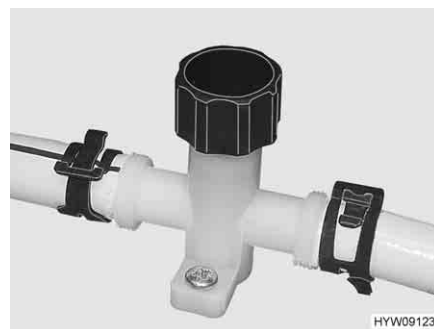
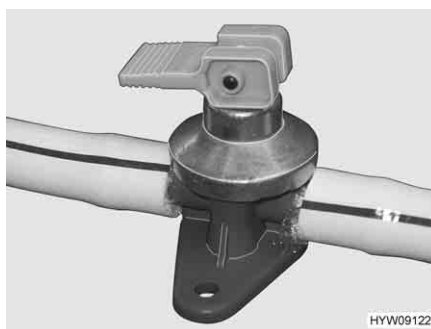

Fig. 151 Rubinetto di scarico (tubatura dell'acqua)
Fig. 152 Rubinetto di scarico (boiler Alde)
- Chiudere i rubinetti di scarico (Fig. 152 e Fig. 151). Chiudere i coperchi in senso orario oppure posizionare la leva a bilanciere in posizione orizzontale. L'ubicazione delle valvole di sicurezza/di scarico e dei rubinetti di scarico è riportata al paragrafo 10.6, alla fine di questo capitolo.